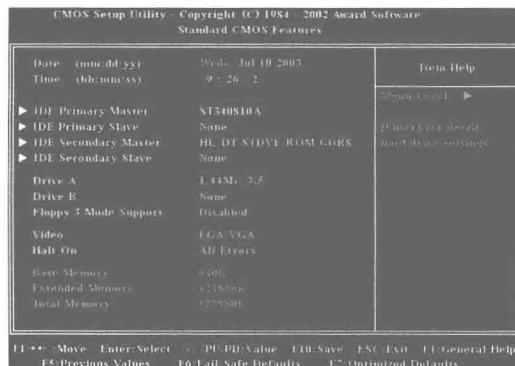

图 1.30 基本 CMOS 功能设置界面
(1) 设置日期与时间。在主菜单中选择“Standard CMOS Features”，进入基本 CMOS 功能设置界面，如图 1.30 所示。